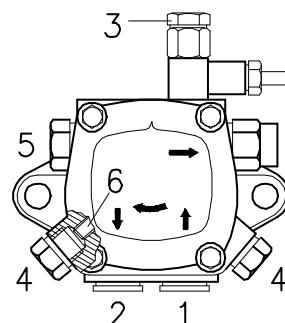

Fig. 17
6.3 Pompa (Fig. 17)
- perché la pompa possa autoinnescarsi è indispensabile allentare una delle viti 3) (Fig. 17) della pompa per sfidare l'aria contenuta nel tubo di aspirazione.